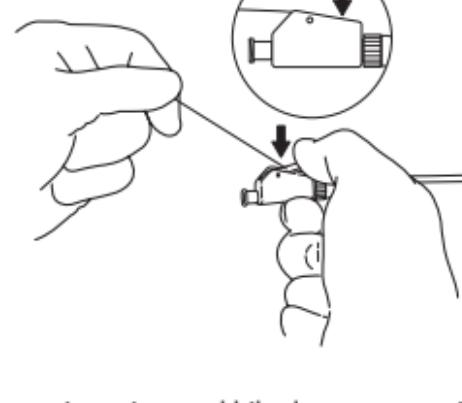

Fig. 2
- b. Mientras mantiene tirante el hilo de sutura, presione la palanca de la leva de retención hacia abajo hasta que sienta un chasquido evidente. Entonces, el lazo distal del stent quedará bloqueado en posición. (**Fig. 2**)